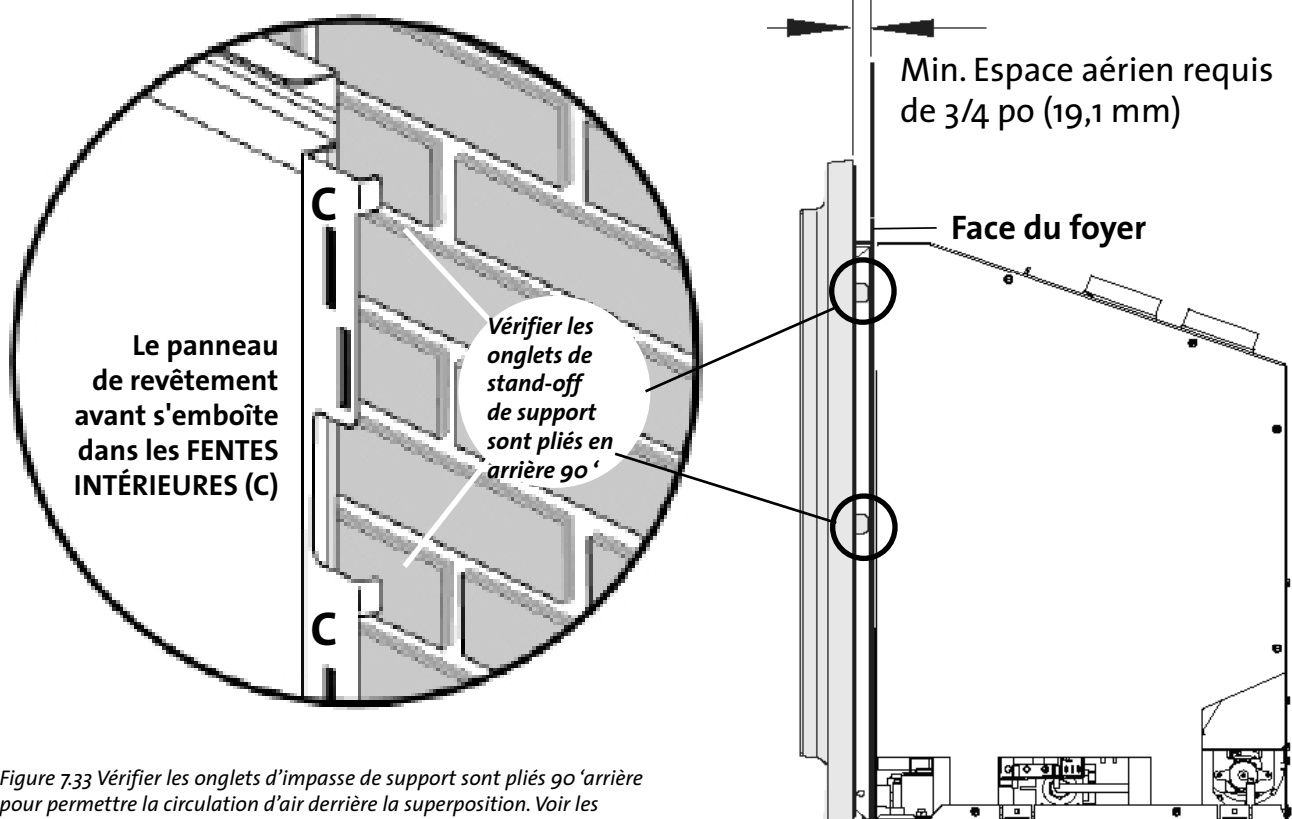

Figure 7.33 Vérifier les onglets d'impasse de support sont pliés 90° arrière pour permettre la circulation d'air derrière la superposition. Voir les détails.
Les supports de suspension du revêtement s'emboîtent dans les *fentes intérieures (C)* par l'*avant* des supports de montage de la boîte à feu. Voir la figure 7.33.